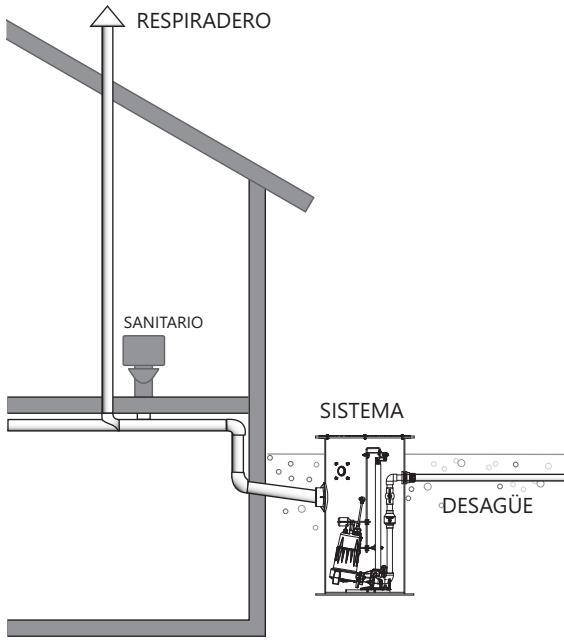

Figura 6. Ejemplo de método de ventilación alternativo
- B. **Ventilación:** se proporciona una conexión de ventilación de 2" o 3" en la parte superior de la unidad serie 1100. La ventilación serie P680 está en el tanque. La ventilación se debe canalizar a la ventilación existente del edificio, o extenderse afuera en su propio tubo vertical. El tamaño de ventilación debe ser de acuerdo con los códigos aplicables, pero no menor que el tamaño de descarga. Consulte la Figura 6 para ver un ejemplo de ventilación a través de la tubería de entrada como una solución alternativa.